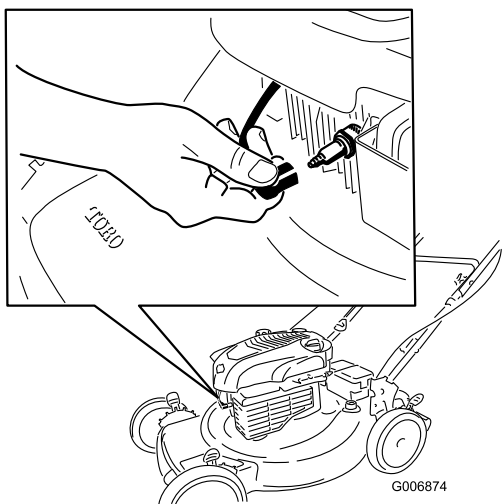

Рисунок 23
2. Перед выполнением технического обслуживания отсоедините провод свечи зажигания и подвесьте его на удерживающий штырь (Рисунок 23).